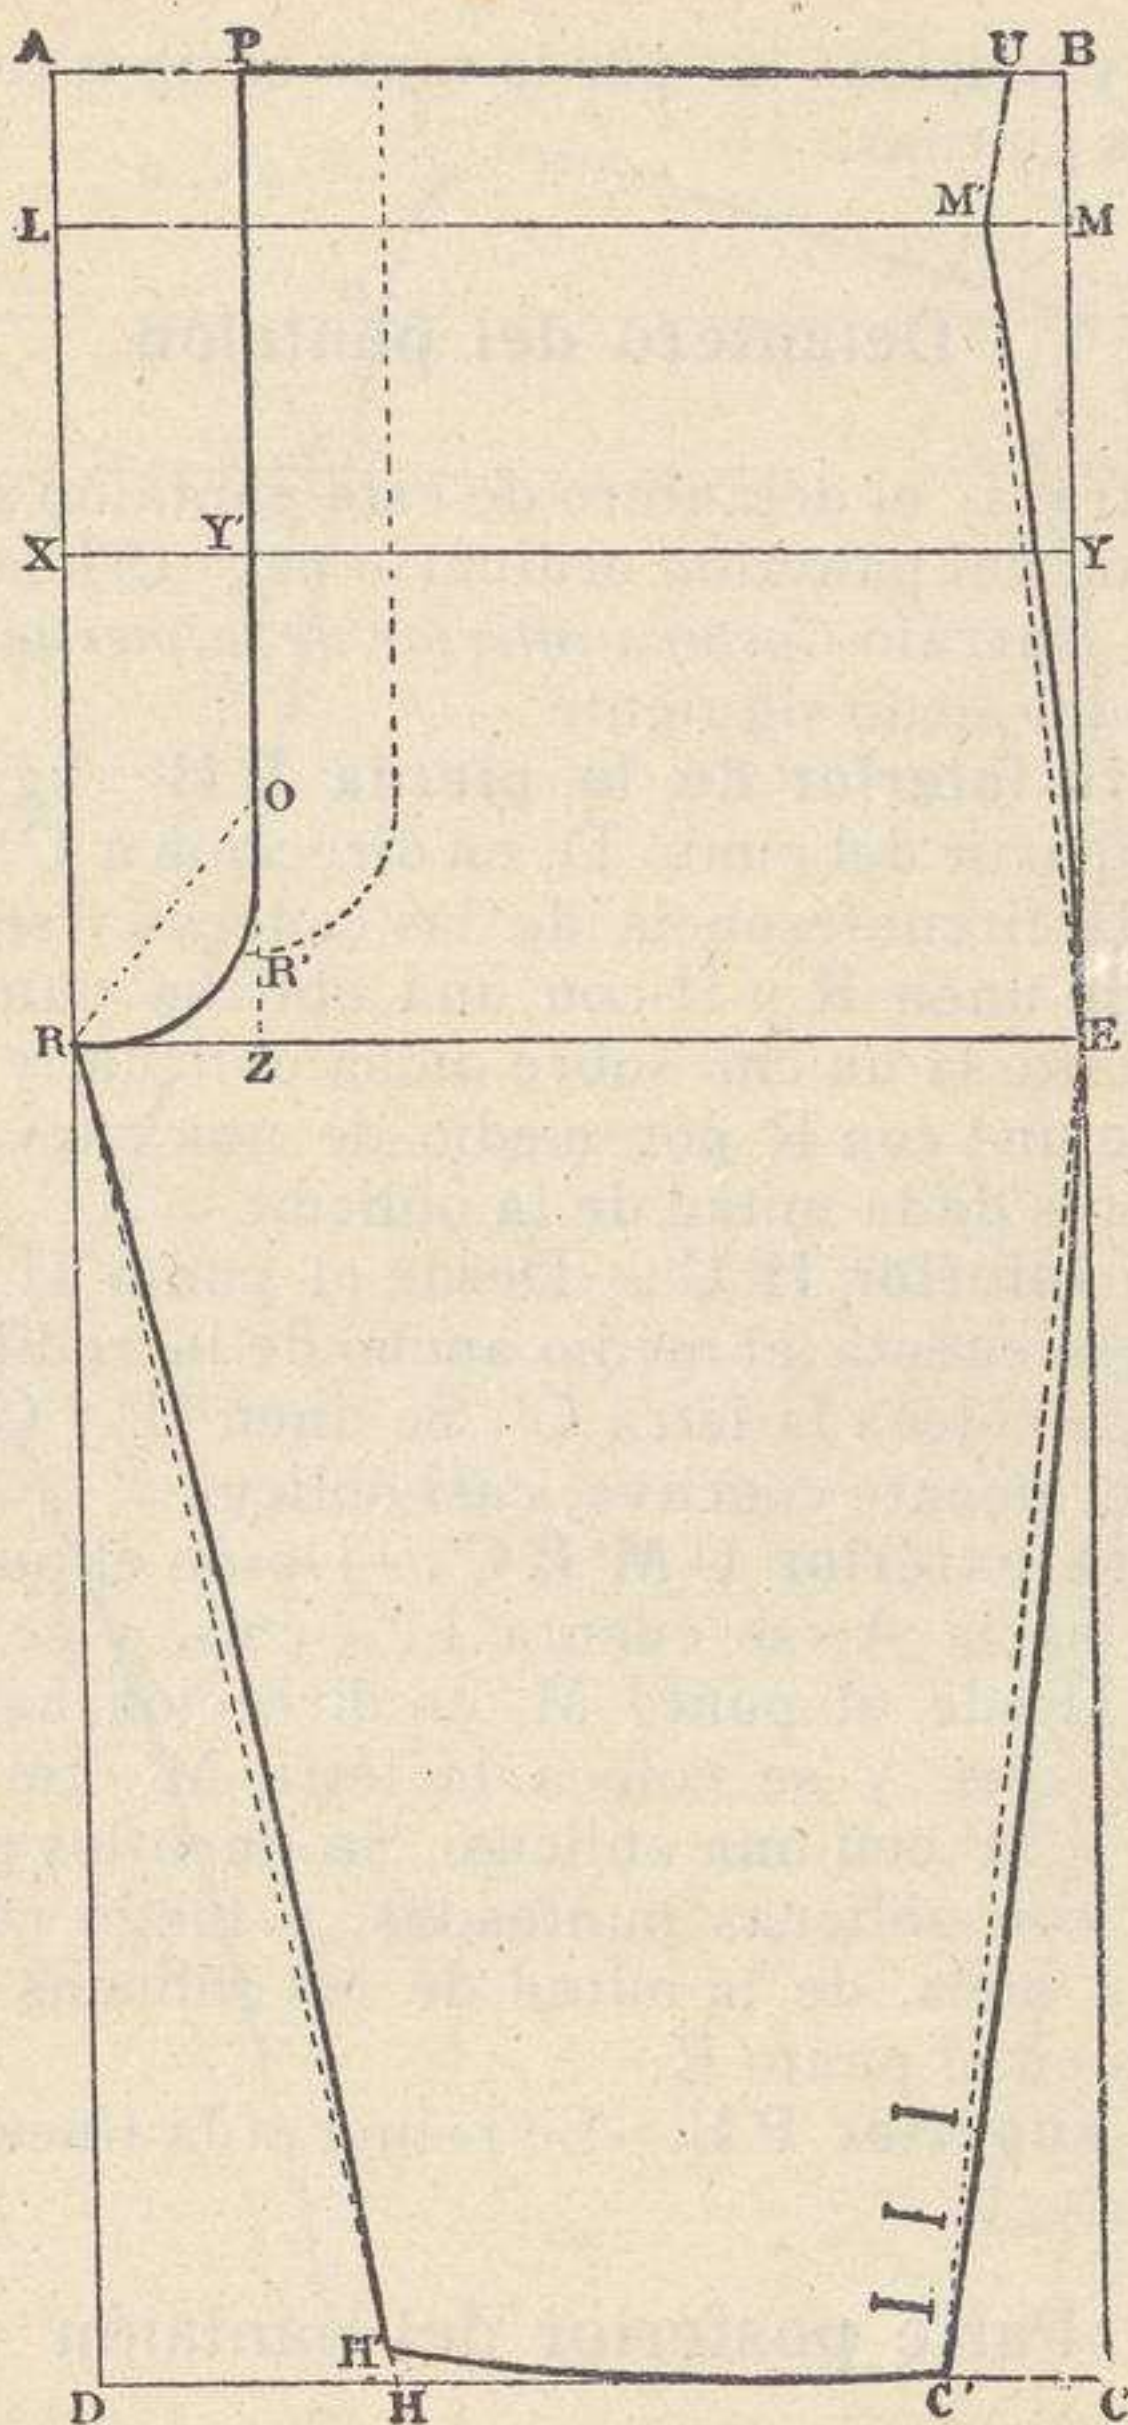

Fig. 80 ( $\frac{4}{5}$  del tamaño real).—Delantero del pantalón.
**Costura interior de la pierna R H'** (fig. 80).—Se cuenta, á partir del punto D, en dirección á C, la décima parte de la circunferencia de las caderas y se coloca la letra H. Se unen R y H con una oblicua punteada. Se sube el punto H un cm. sobre dicha oblicua, y se coloca H', que se une con R por medio de una curva distante 7 milímetros de la mitad de la oblicua.